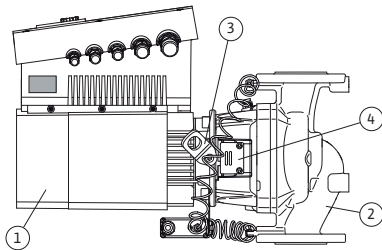

Fig. 10: Pumppu kokonaisuutena
Stratos GIGA -mallisarjan tunnusmerkki on moottorin vaippajähdytys. Ilmavirta ohjataan pitkän tuuletinkotelon (Fig. 10, pos. 1) kautta moottorin ja elektroniikkamoduulin jäähdytykseen parhaalla mahdollisella tavalla.
(Fig. 10, pos. 2), pumpun pesä ja erikoismallinen tiivistelaippa juoksupyörän kuorman keventämiseen.
Kuljetussilmukoita (Fig. 10, pos. 3) tulee käyttää kuten luvuissa 3 "Kuljetus ja välivarastointi" sivulla 65 ja 10 "Huolto" sivulla 105 on kerrottu. Suojalevyllä (Fig. 10, pos. 4) peitettyä ikkunaa tiivistelaipassa käytetään huoltotöiden yhteydessä kuten on kerrottu luvussa 10 "Huolto" sivulla 105. Ikkunaa voidaan käyttää myös vuototarkastukseen noudattaen luvun 9 "Käyttöönotto" sivulla 101 ja luvun 10 "Huolto" sivulla 105 turvallisuusmääräyksiä.